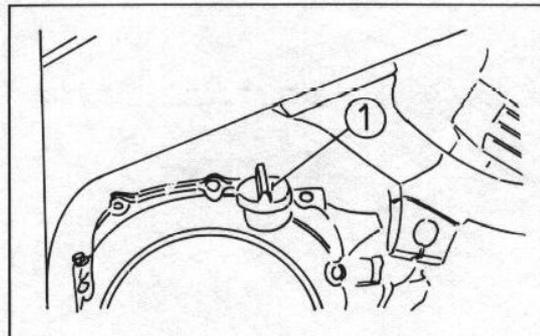

Bild 32
- Das Ölniveau auf die Max.-Marke ergänzen. Dazu die Einfüllkappe öffnen und das Öl einfüllen (Bild 32).